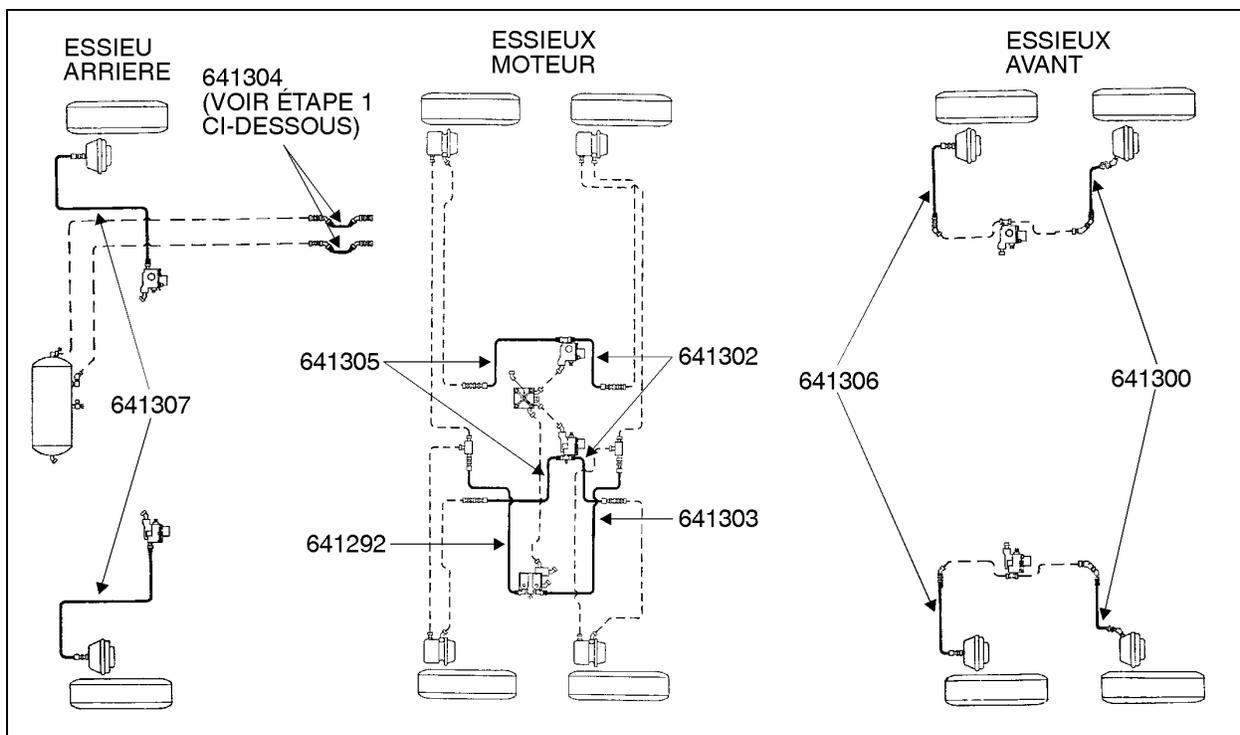

FIGURE 1
C. La figure 1 représente les boyaux de freins qui doivent être remplacés (les numéros de pièce des boyaux qui doivent être utilisés sont identifiés sur la figure). Chacun de ceux-ci doit être remplacé selon la démarche décrite à l'étape B.
1. Les deux boyaux #641304 (Fig. 1) sont situés dans le compartiment de l'articulation. Pour avoir accès à ce compartiment, ouvrir le compartiment à bagage situé immédiatement à l'arrière de l'articulation du côté gauche du véhicule. Dévisser les vis à tête phillips qui retiennent le panneau situé vers l'avant du compartiment, enlever le panneau, puis identifier les deux boyaux (Fig. 2) qui doivent être changés selon la procédure à l'étape B.
2. Les autres boyaux (voir numéros de pièce sur la figure 1) sont situés dans les sections des essieux arrière (5e essieu), moteur (3e et 4e essieux) et avant (1er et 2e essieu). L'accès se fait par le dessous du véhicule.